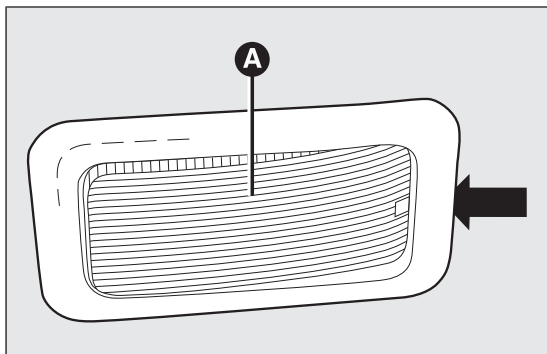

РИС. 138
- с помощью отвертки из комплекта инструментов извлечь плафон А РИС. 138, воздействуя в точке, обозначенной стрелкой;